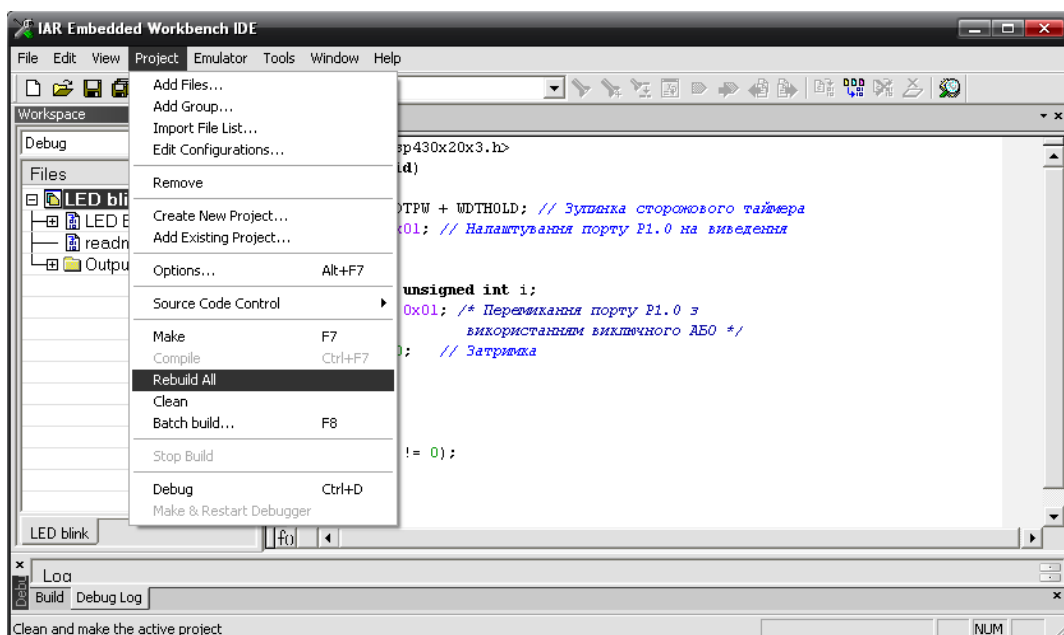

Рисунок 1.8 – Компіляція проекту
9. Компіляція проекту. Вибрати пункт головного меню: Project → Rebuild All (рис. 1.8). Відкриється вікно з пропозицією зберегти робочу область: Save Workspace As. Зберегти робочу область в тій же теці My Projects\LED Blink. Натиснути «Save».